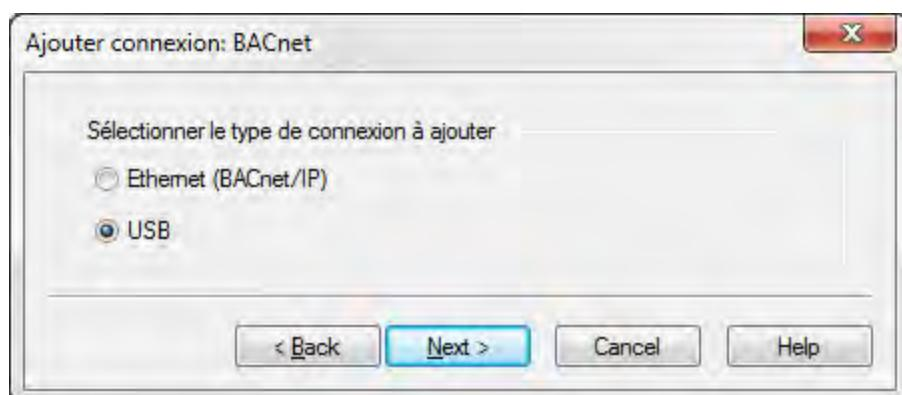

Figure 5-3: Slection de l'option USB
- Slectionnez USB, puis cliquez sur (Figure 5-3).